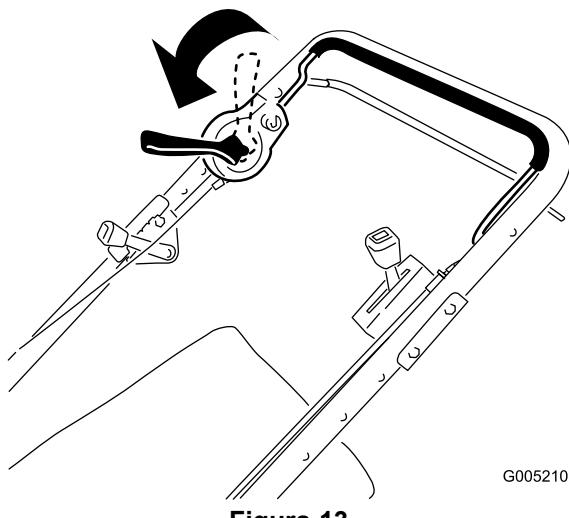

Figura 13
- Spostate completamente in avanti la leva di comando della lama, fino ad innestare la lama (Figura 13).